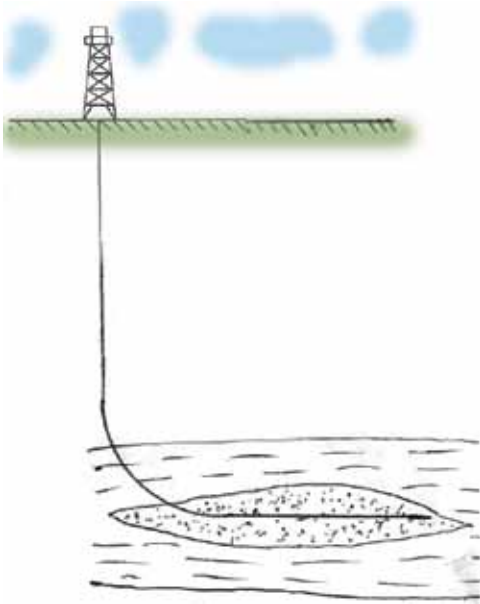

Figura 6. Perforación de pozos en *sweet spots*.
- g. Perforación de pozos horizontales en *sweet spots* de yacimientos no convencionales (figura 6).